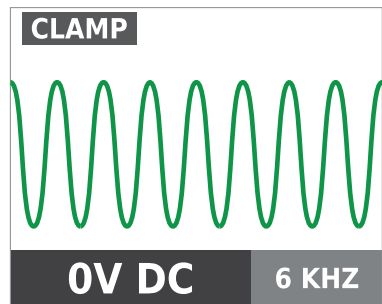

Figura 4.10a
2. Presione el modo de señal HIGH (ALTO) durante 2 segundos para seleccionar el modo de PINZA en el transmisor. El modo de pinza genera una señal de 6 kHz amplificada para proporcionar resultados de rastreo superiores. La pantalla del transmisor debe aparecer como se muestra en la Figura 4.10a.